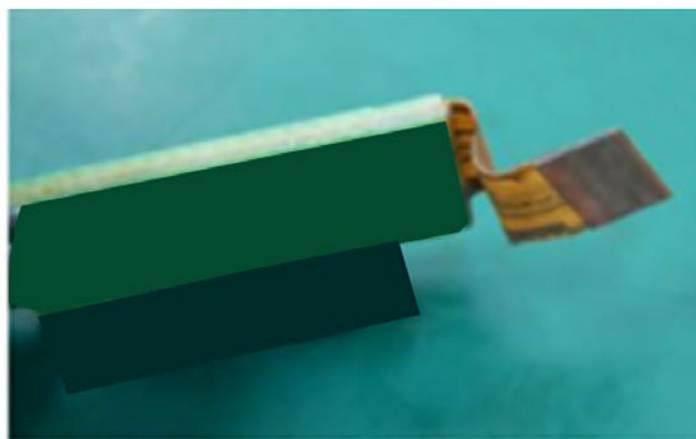

图 8：开发并使用了一种预弯曲夹具，确保带有 ZIF 印制插头的挠性尾部可以重复弯曲，右侧所示是预弯曲后的刚挠性电路
- 团队开发出了可以预弯折的夹具，为人工弯曲提供了一致、可重复的替代方案（图 8）。